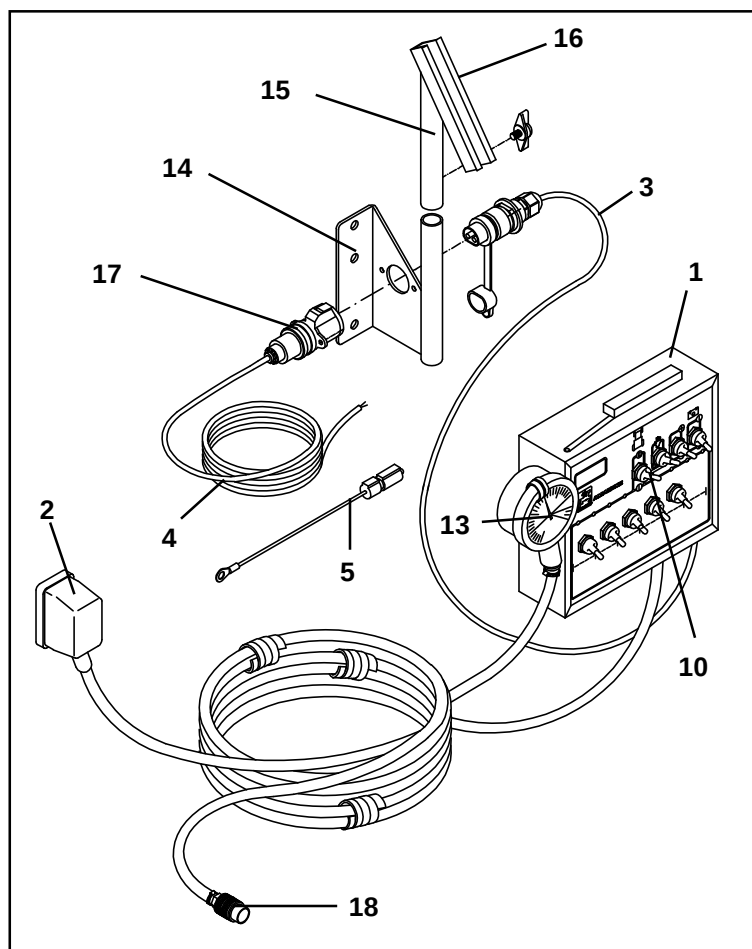

Fig. 8.4
Grundkonsollet (Fig. 8.4/ 14) bliver monteret i førerkabinen, holderen (Fig. 8.4/ 15) med profilskinne (Fig. 8.4/ 16) med batteritilslutningskablet (Fig. 8.4/ 4) stikkes ned i grundkonsollet. Grundkonsollet skal monteres således, at traktorføreren nemt kan betjene og overskue betjeningspanelet.
Batteritilslutningskablet (Fig. 8.4/ 4) tilkobles direkte til traktorbatteriet (12 V).
- Ledningsforbindelsen (Fig. 8.4/ 5) med sikringsdåsen (16 A) tilsluttes den brune ledning og tilkobles derefter til traktorbatteriets plus pol.
- Den 3-polede stikdåse (Fig. 8.4/ 17) fastgøres direkte til grundkonsollet (Fig. 8.4/ 14).